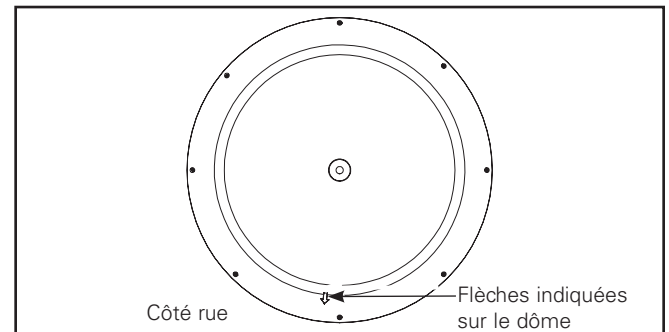

Figure 4.
5. Si le luminaire a des optiques asymétriques, faites pivoter le luminaire selon les flèches indiquées sur le dôme vers le côté de la rue. (Figure 4.)